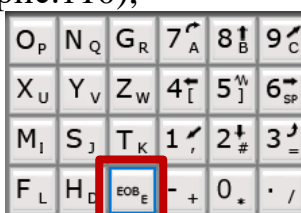

Рис.110. Кнопка «EOB»
13. Нажать кнопку «EOB» (рис.110);
17. Нажать кнопку «EOB» (рис.110);